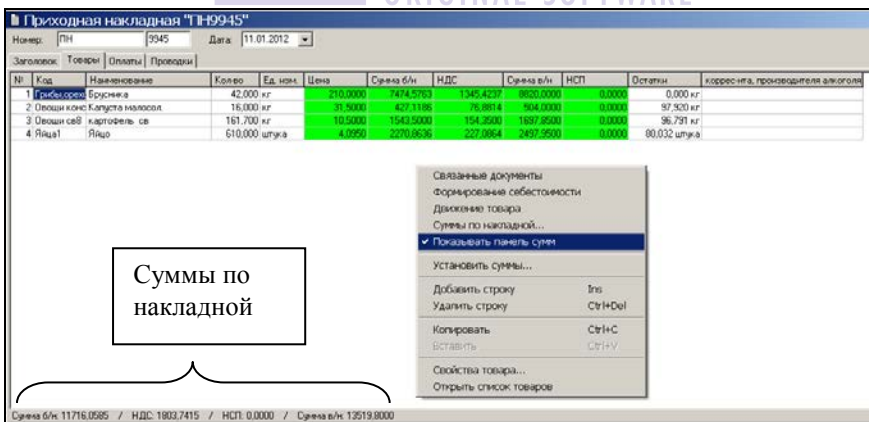

Рис. 121
2. Если на закладке товары в контекстном меню выставить флаг «Показывать панель сумм» (см. Рис. 121), то суммы по накладной будут отображаться в нижней части накладной (см. Рис. 121).